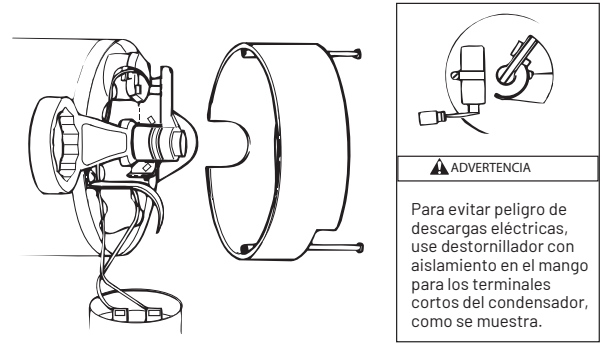

FIGURA 13 - SOSTENER EL EJE
4. Si se debe reemplazar el impulsor, afloje dos tornillos de la máquina y quite la cubierta del motor (figura 13).
5. **ADVERTENCIA** **EL VOLTAJE DEL CONDENSADOR PUEDE SER PELIGROSO.** Para descargar el condensador, sostenga el destornillador **POR EL MANGO** con aislamiento y los terminales cortos del condensador juntos (figura 13). No toque el vástago de metal del destornillador ni los terminales del condensador. En caso de dudas, consulte con un electricista calificado.